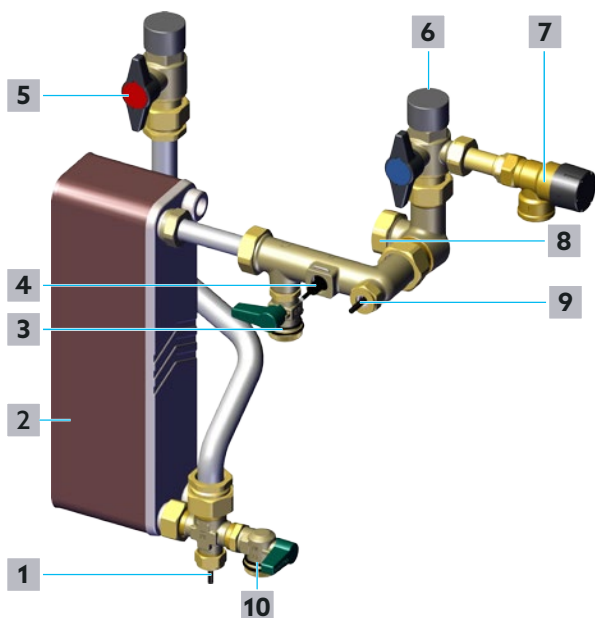

Abb. 31: Trinkwasserkreis
- 2 Schließen Sie langsam den Absperrkugelhahn Trinkwasser warm (siehe Position **5** in Abb. 31 auf Seite 49 und Position **10** in Abb. 2 auf Seite 12).
- 3 Schließen Sie langsam den Absperrkugelhahn Trinkwasser kalt (siehe Position **6** in Abb. 31 auf Seite 49 und Position **11** in Abb. 2 auf Seite 12).
- 4 Schrauben Sie die Verschlusskappe des KFE-Kugelhahns Trinkwasser warm ab (Position **10** in Abb. 31 auf Seite 49 und Position **16** in Abb. 2 auf Seite 12).
- 5 Schließen Sie den Ablassschlauch für Trinkwasser an den KFE-Kugelhahn Trinkwasser warm an (Position **10** in Abb. 31 auf Seite 49 und Position **16** in Abb. 2 auf Seite 12).
- 6 Öffnen Sie den KFE-Kugelhahn Trinkwasser warm (siehe Position **10** in Abb. 31 auf Seite 49 und Position **16** in Abb. 2 auf Seite 12).
- 17** Schließen Sie den KFE-Kugelhahn Trinkwasser warm (siehe Position **10** in Abb. 31 auf Seite 49 und Position **16** in Abb. 2 auf Seite 12).
- 5 Schließen Sie den KFE-Kugelhahn Trinkwasser warm (siehe Position 10 in Abb. 31 auf Seite 49 und Position 16 in Abb. 2 auf Seite 12).